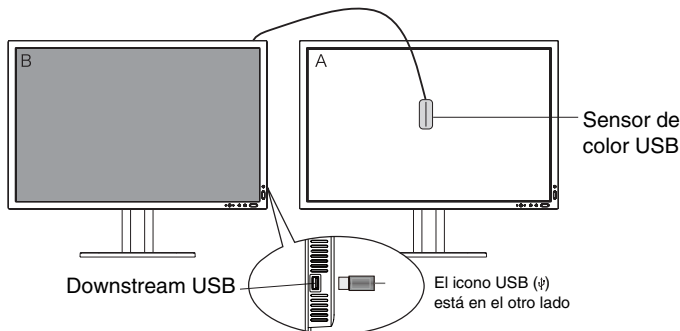

Figura C.1
4. El procedimiento le pedirá que coloque el sensor de color USB en el centro del panel de la pantalla (**Figura C.4**). Inclíne el panel de la pantalla aproximadamente 5° hacia atrás y coloque el sensor de color USB en el centro del panel de la pantalla (**Figura C.1**).